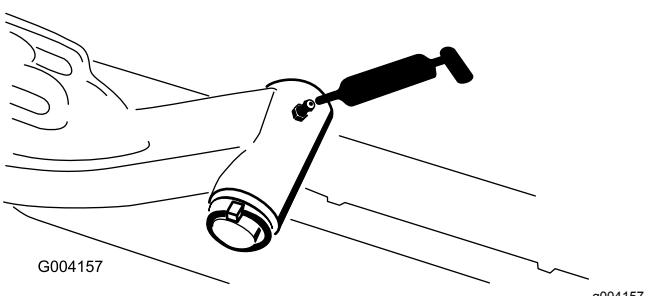

Figura 46
- Veio da articulação do braço de elevação (1 de cada) (Figura 46)